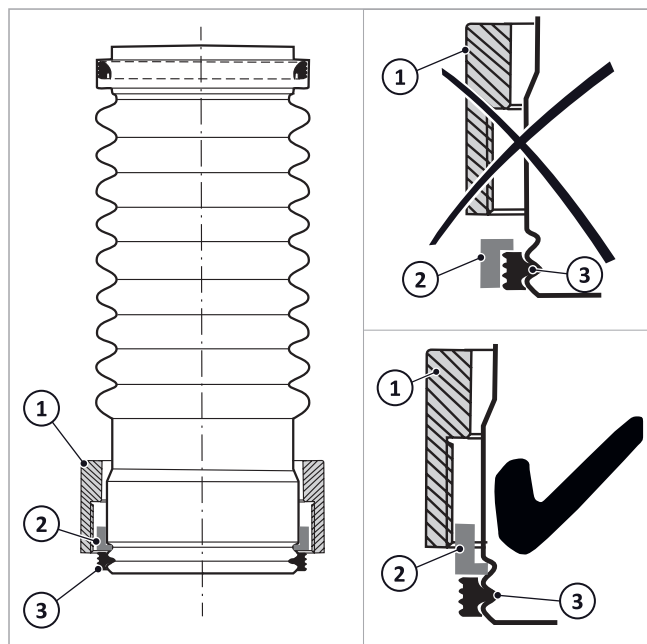

Abb. 10: Verschraubung aufgesteckt
- Gemäß → Abb. 10 die Überwurfmutter (1), den Sprengring (2) und die Dichtung (3) auf das untere Rohrende des Abgasanschlusstücks schieben.